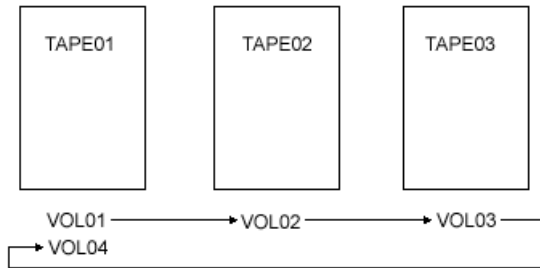

図1. 3つのテープ装置を使用したときのマルチボリューム・テープ・データ・ファイルの順序
- 複数のテープ装置を指定する場合は、ボリュームを装置上に置くときに、テープ装置ファイルに指定したのと同じ順序にします。次を参照してください (4 ページの図 1)。たとえば、次のようにします。